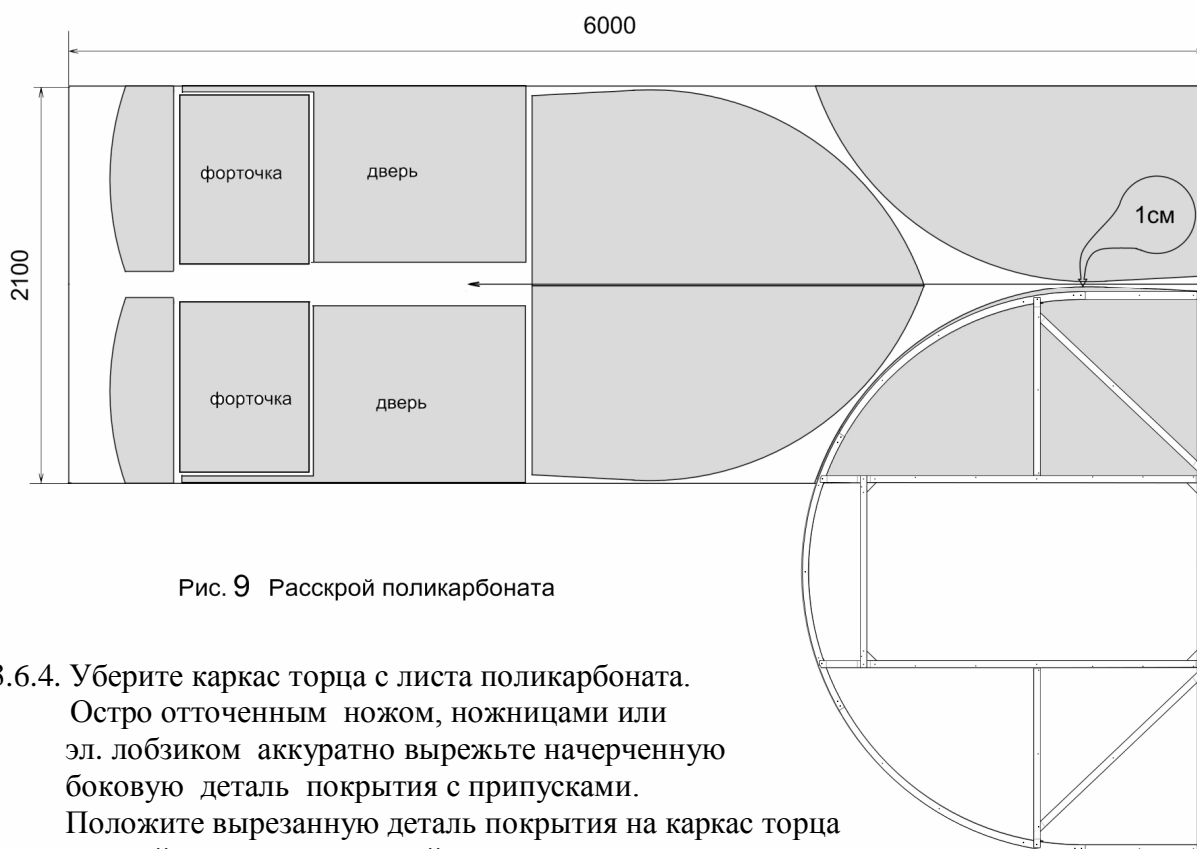

Рис. 9 Расскрой поликарбоната
- 3.6.1. Положите лист поликарбоната размером 2,1х6м на ровный участок. На листе поликарбоната прочертите посередине, вдоль листа, маркером линию на длину примерно 3,60 м. (рис. 9).
- 3.6.5. Возьмите вырезанную деталь покрытия и, используя как шаблон (с учетом изменений) маркером начертите оставшиеся три заготовки покрытия торцов на листе поликарбоната (рис. 9). Аккуратно вырежьте оставшиеся три боковые детали покрытия торца.